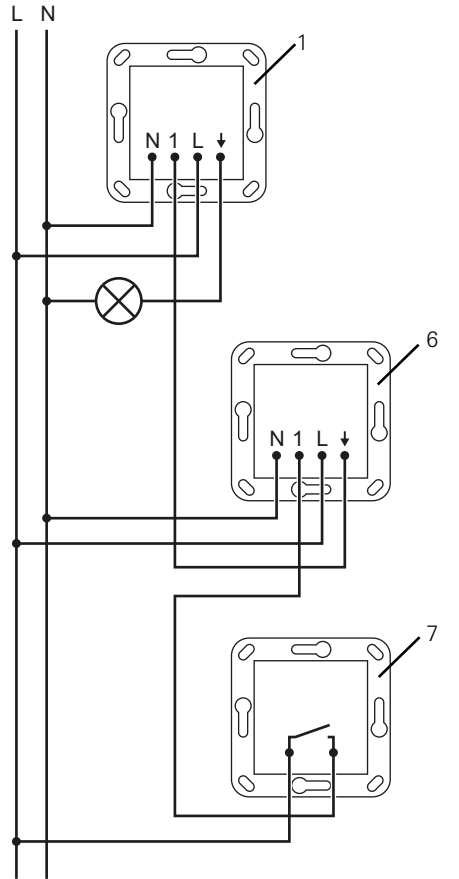

Bild 4: Anslutningsritning med biapparat
För att öka registreringsområdet ansluts ytterligare Sensotec, se anslutningsritning (bild 4). Huvudapparaten utvärderar därvid rörelsesignalerna från biapparaterna.
- Anslut infälld insats enligt anslutningsritning (bild 4).